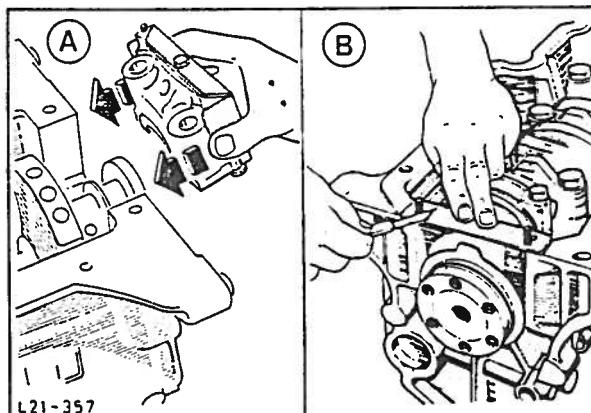

Fig. 61 Montering av bakre bærelageroverfall.
32. Monter tverrgående gummibånd innsatt med olje på det bakre bærelageroverfallet. Sett lageroverfallet inn i motorblokken bøyd litt bakover ved bruk av spesialverktøy 21-086, fig. 61. Fest lageroverfallet med begge boltene. Bruk en måleplate og skjær av pakningen som stikker frem 0,5 mm (0,020") fra bunnpannens anleggsflate.